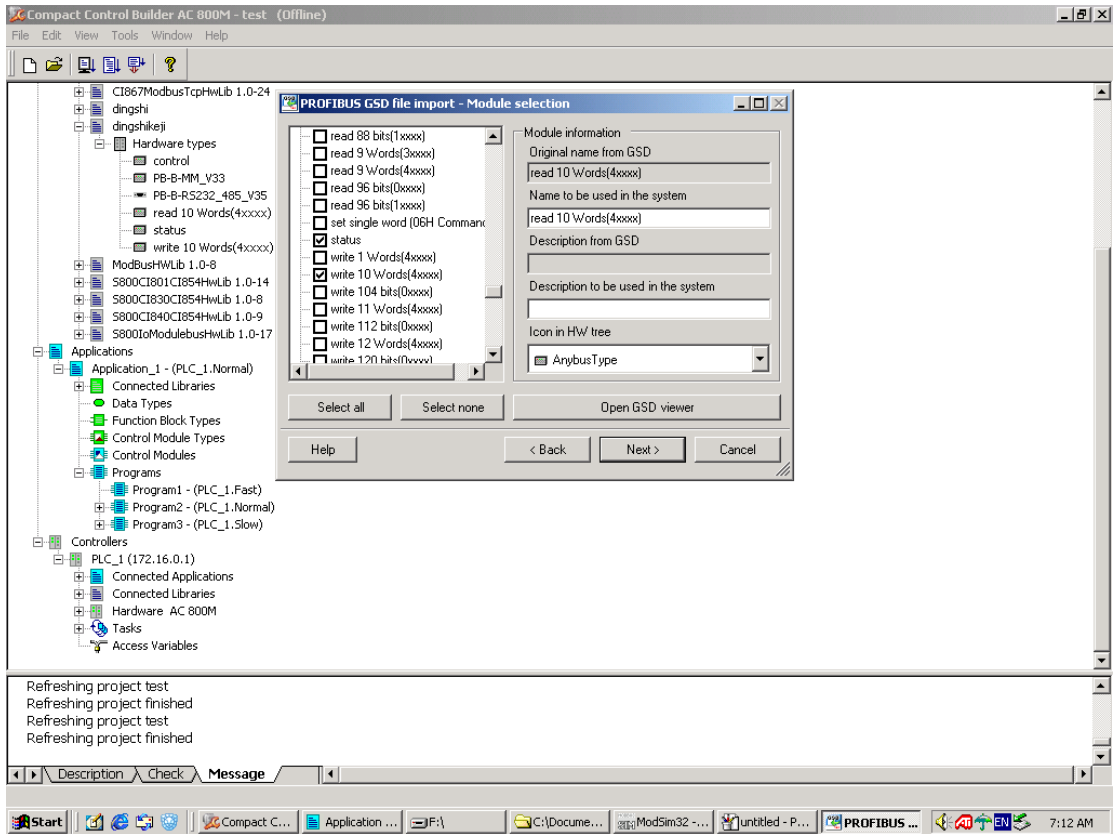

图 1-2
2、添加相应的模块，这里必选项为 control、status，其它的根据需要选择，在这里选择写 4 区的 10 个字和读 3 区的 10 个字。如图 1-2、1-3 所示。